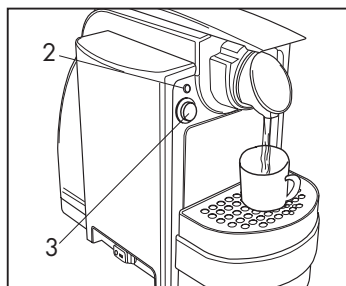

Fig. 7
Para preparar correctamente un café expreso posicionar la rejilla (5) a la altura máxima **(Fig. 7)**
- Cuando el testigo luminoso (2) está encendido la máquina está lista para el uso.
Pulsar la tecla (3); la máquina eroga agua, pulsar nuevamente la tecla (3) cuando se ha alcanzado la cantidad de agua deseada. **(Fig. 7)**